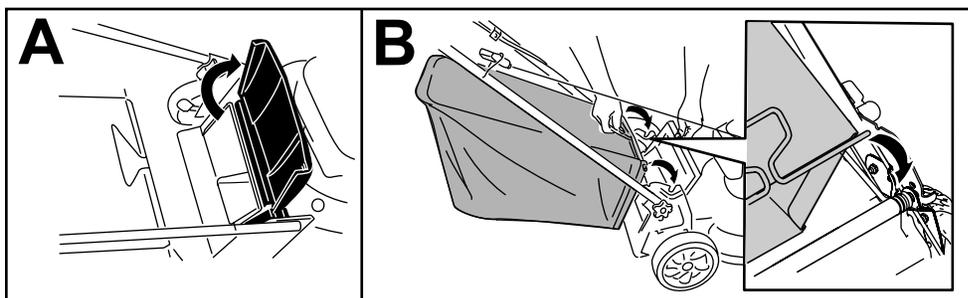

Figura 17
1. Sollevate il deflettore posteriore e tenetelo sollevato (A di Figura 17).
2. Montate il cesto di raccolta, accertandovi che i suoi perni siano inseriti nelle tacche presenti sulla stegola (B di Figura 17).